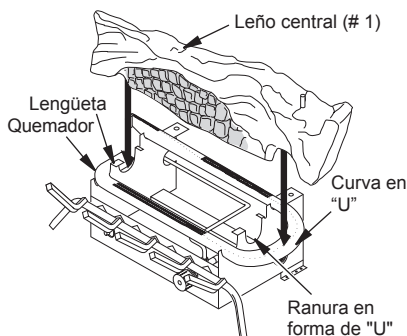

Figura 21 - Instalación del leño central (# 1)
1. Coloque la base del leño central (# 1) en las ranuras en forma de "U" de la base de la parrilla. La sección recortada del lado derecho del leño central debe ajustarse sobre el quemador (consulte la figura 21). Asegúrese de que la parte delantera del leño central descansa sobre las lengüetas de la base de la parrilla, y de que el área recortada esté centrada sobre la curva en "U" del quemador.